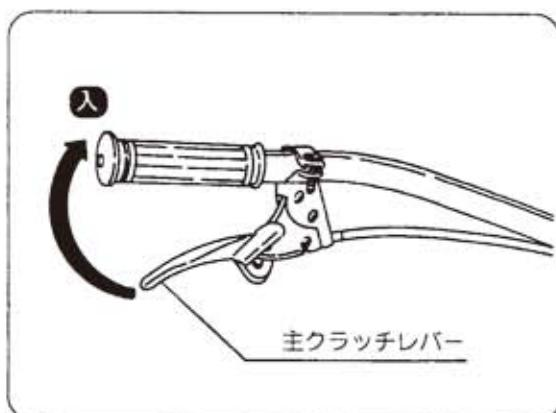

図44
- 主クラッチレバー【入】位置にしてベルトが確実に張れているか確認してください。（図44）